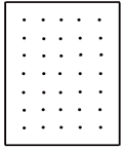

Рис. 3
- перемещая стрелками курсор в точки 35/30, 20/30 и 20/10 , дважды нажимать пробел после каждого перемещения, после чего – щелкнуть клавишей Esc (рис. 3).